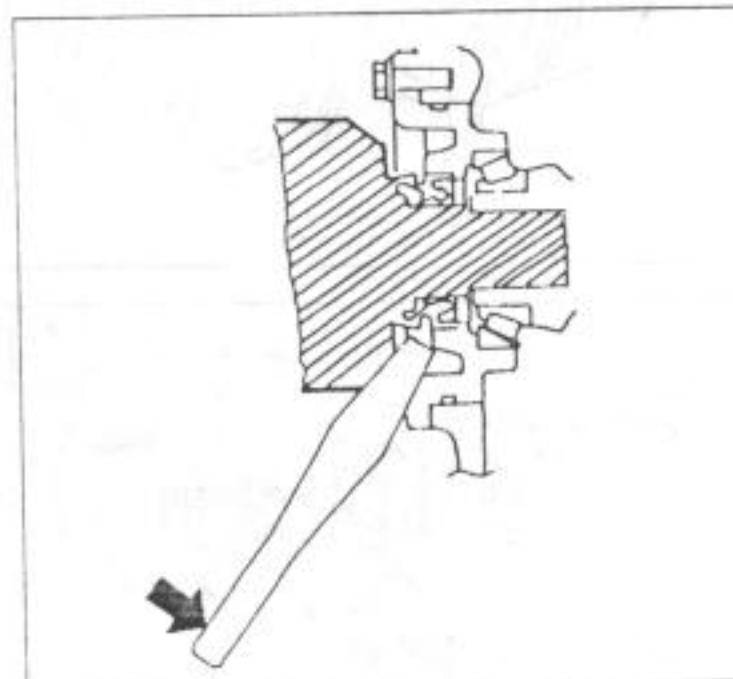

Рис.173.
- С помощью зубила, как показано на рис.173, ударить в месте чеканки по гайке и освободить ее, пока автомобиль еще стоит на колесах на земле.